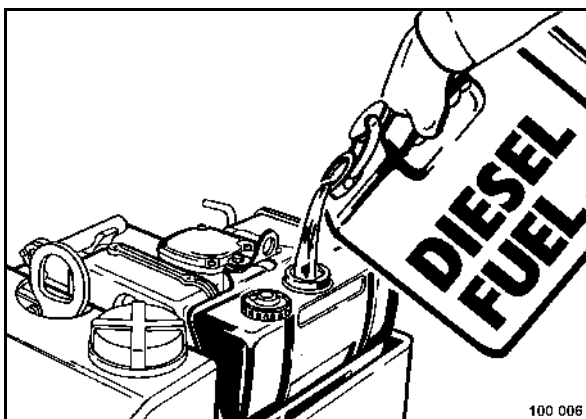

fig. 55
- Nettoyer autour de l'ouverture de remplissage (fig. 55).